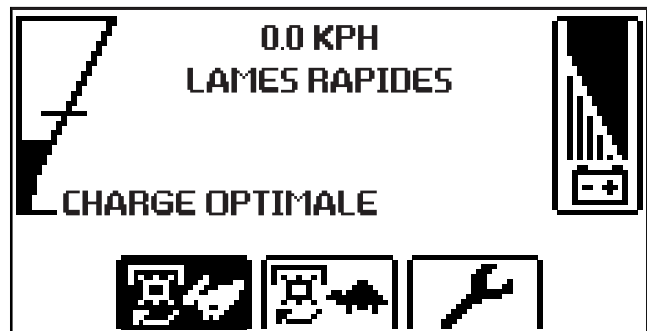

Figure 5-10
1. L'appareil est doté de la fonction *Lames rapides* pour augmenter la vitesse de rotation des lames. Pour engager les lames rapides, pressez le bouton LAMES RAPIDES (BLADE BOOST) qui se trouve sous l'écran. Lorsque les lames rapides sont engagées, l'icône sur l'écran devient plus foncé. Voir Figure 5-10.